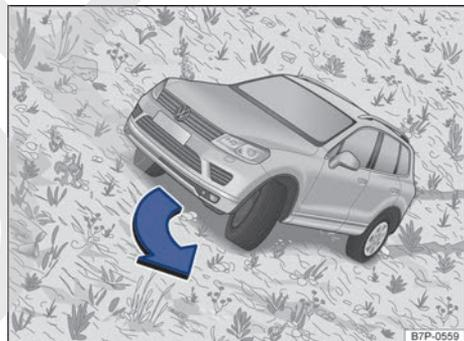

Fig. 230 Girar hacia la línea de caída.
Si el vehículo amenaza con volcar, gire inmediatamente "hacia la línea de caída" y acelere suavemente → fig. 230. Si no es posible girar hacia la línea de caída, entonces gire pendiente arriba acelerando suavemente.
- Antes de circular por una pendiente con el vehículo inclinado, asegúrese de que se pueda girar hacia la línea de caída. Si no es posible, tome otro camino. Si el vehículo amenaza con volcar, gire inmediatamente hacia la línea de caída y acelere suavemente → fig. 230.